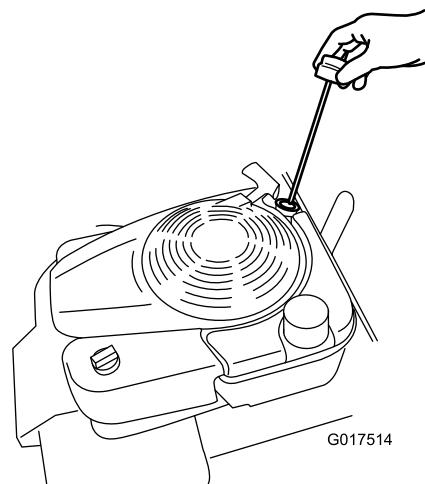

Bild 6
2. Entfernen Sie den Peilstab (Bild 6) und füllen Sie Öl in den Öldeckel bis ca. 3/4 des Füllvolumens des Kurbelgehäuses ein.